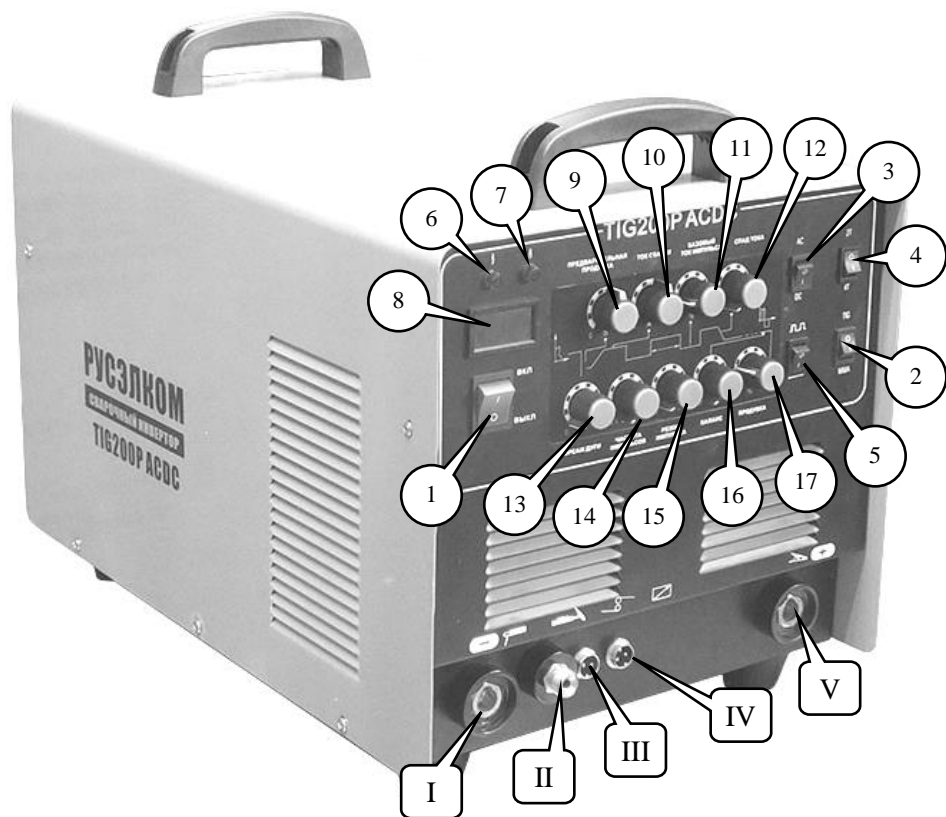

Рис. 1. Расположение органов управления и индикации.
- Подключить силовой разъем держателя электродов к разъему I (Рис. 1) сварочного аппарата.
- Подключить силовой разъем держателя электродов к разъему V (Рис. 1) сварочного аппарата.
Данная линейка аппаратов имеет возможность дистанционного управления сварочным током. Пульт дистанционного управления необходимо подключить к разъему IV аппарата (Рис. 1) и установить рукоятку регулировки сварочного тока 10 в положение, соответствующее минимальному току.